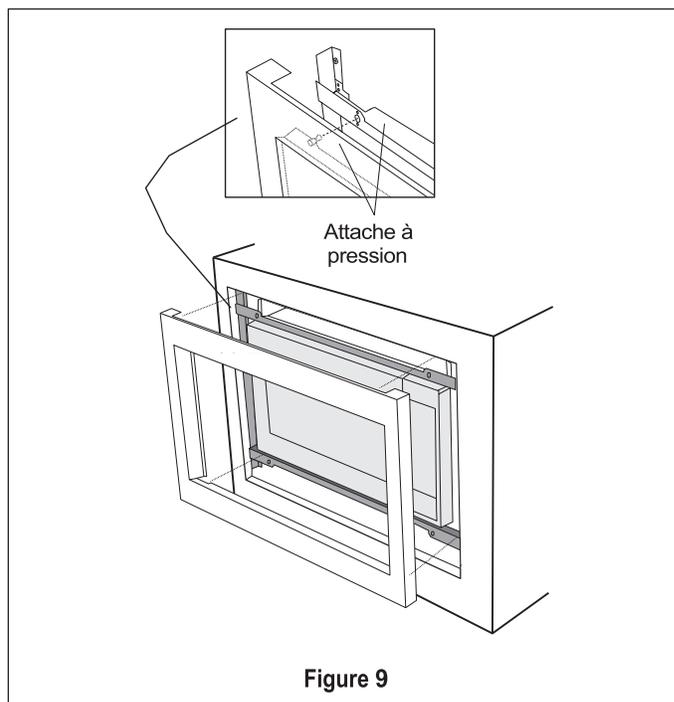

Figure 9
6. **INSTALLATION DU CADRE AVANT:** Placez le CADRE AVANT sur le CADRE ARRIÈRE et alignez les goujons à rotule et les récepteurs. Fixez le CADRE AVANT au CADRE ARRIÈRE en poussant fermement pour engager les 4 attaches à pression. Consultez les Figures 9 et 10.